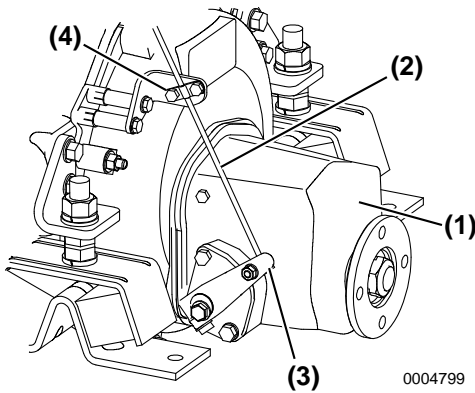

Figure 5
2. Utilisez la position NEUTRAL comme repère pour l'ajustement. En cas d'écart, desserrez le support (**Figure 5, (4)**) pour le câble de commande à distance situé sur le côté embrayage, puis ajustez.